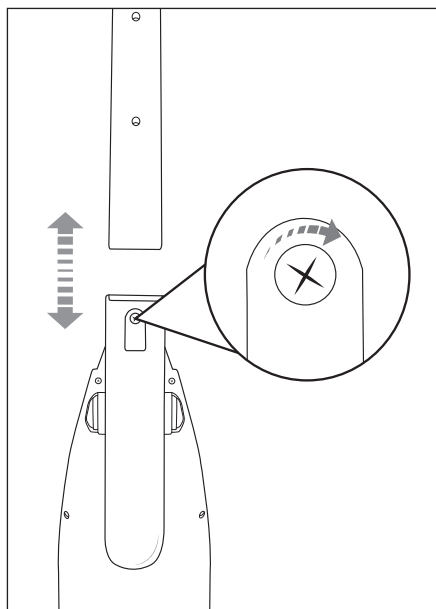

Fig. 2
- 2) Coloque o cabo vertical **11** sobre o respetivo suporte no aparelho. Introduza completamente o cabo vertical **11** no respetivo suporte, de forma a fixá-lo de forma correta no aparelho. (Fig. 2).